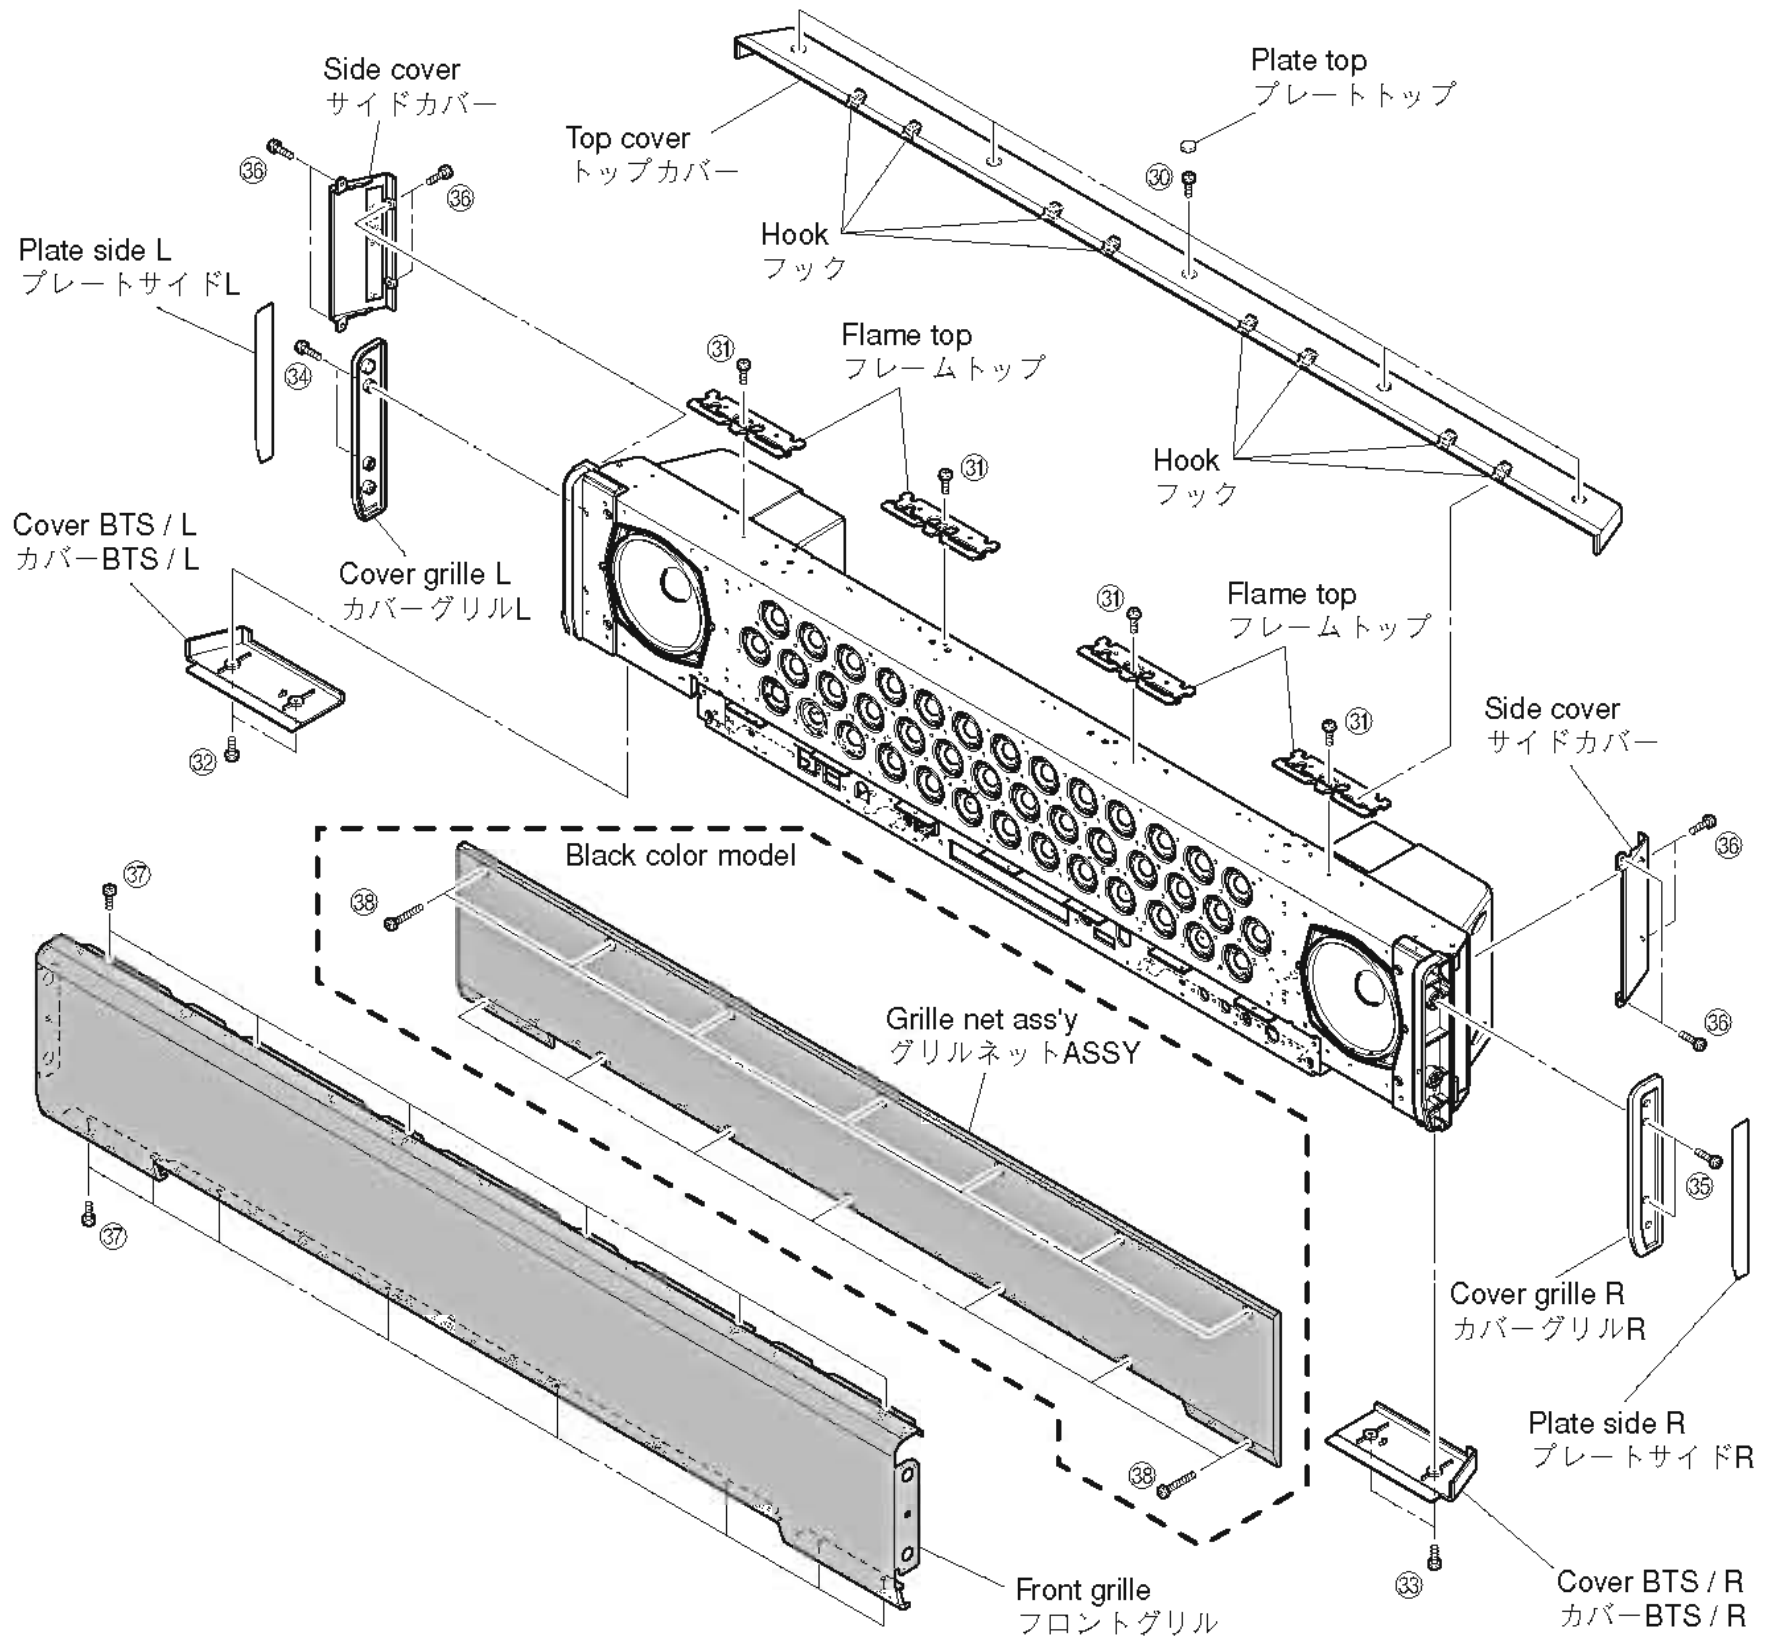

Fig. 13
- Remove the plate top and 5 screws (30). (Fig. 13)
- Lift up the rear of the top cover a little and after removing 8 hooks, remove it rearward. (Fig. 13)
- To install the top cover, be sure to install 8 hooks at the front first and then install 5 screws (30). (Fig. 13)
- Remove 4 screws (31) and remove 4 top frames.
- Remove 2 screws (32) and then remove the cover BTS/L. (Fig. 13)
- Remove 2 screws (33) and then remove the cover BTS/R. (Fig. 13)
- Remove the plate side L. (Fig. 13)
- Remove the plate side R. (Fig. 13)
- Remove 2 screws (34) and then remove the cover grille L. (Fig. 13)
- Remove 2 screws (35) and then remove the cover grille R. (Fig. 13)
- Remove 8 screws (36) and remove 2 side covers. (Fig. 13)
- Remove 14 screws (37) and then remove the front grille. (Fig. 13)
- プレートトップを外し、30のネジ5本を外します。(Fig. 13)
- トップカバーの後ろを少し持ち上げ、フック8ヶ所を外し、後方へ取り外します。(Fig. 13)
- トップカバーを取り付ける場合は、必ず前方のフック8ヶ所から取り付け、次に30のネジ5本を取り付けてください。(Fig. 13)
- 31のネジ4本を外し、フレームトップ4個を取り外します。(Fig. 13)
- 32のネジ2本を外し、カバーBTS/Lを取り外します。(Fig. 13)
- 33のネジ2本を外し、カバーBTS/Rを取り外します。(Fig. 13)
- プレートサイドLを取り外します。(Fig. 13)
- 34のネジ2本を外し、カバーグリルLを取り外します。(Fig. 13)
- 35のネジ2本を外し、カバーグリルRを取り外します。(Fig. 13)
- 36のネジ8本を外し、サイドカバー2個を取り外します。(Fig. 13)
- 37のネジ14本を外し、フロントグリルを取り外します。(Fig. 13)
- a. Remove 14 screws (38). (Fig. 13)
- b. Remove grille net ass'y. (Fig. 13)
- a. ③⑧のネジ14本を外します。(Fig. 13)
- b. グリルネットASSYを取り外します。(Fig. 13)